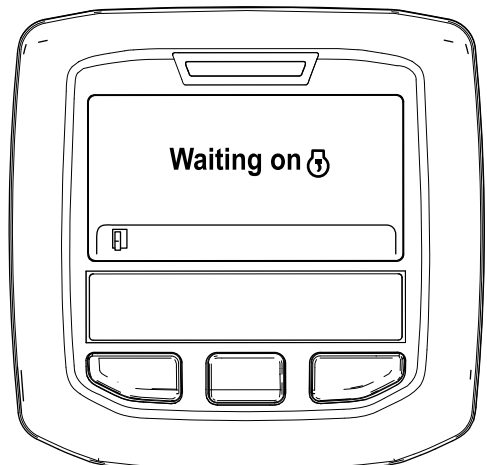

Figura 38
- B. Surge a mensagem "Waiting on [engine icon]" (À espera de) (Figura 38).